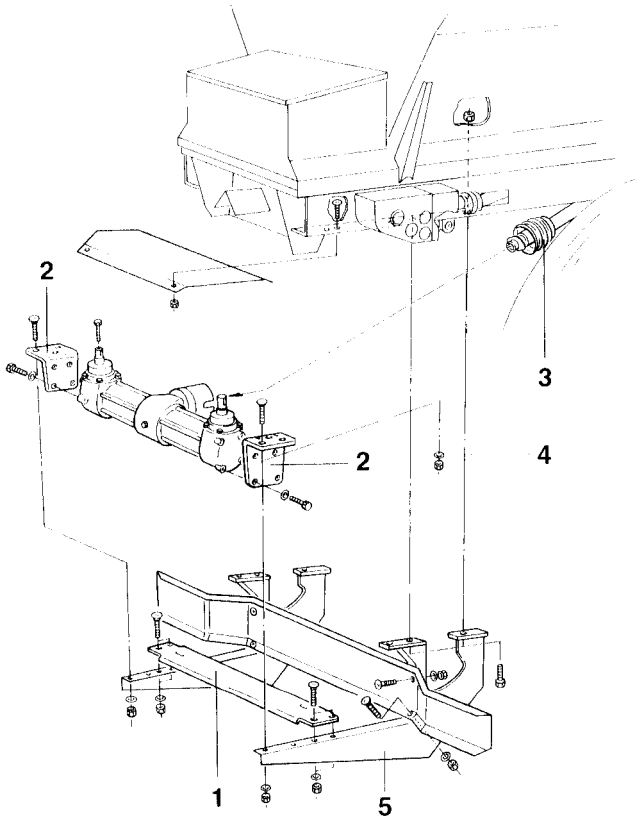

Fig. 6.3
Anschlag (Fig. 6.3/1) gegen die Trägerwinkel (Fig. 6.3/2) des Universalstreuwerkes drücken und ebenfalls festschrauben.
Anschlag-Scheibe (Fig. 6.3/4) seitlich gegen den Streuwerksträger (Fig. 6.3/5) drücken und ebenfalls festschrauben.
- Gelenkwelle mit Freilaufkupplung (Fig. 6.3/3) auf den Zapfwellenstummel des Streuwerkes aufstecken und auf richtige Arretierung achten.
- Anschlag (Fig. 6.3/1) nicht lösen. Das Universalgetriebe kann bei der späteren Montage einfach gegen den Anschlag geschoben und befestigt werden.
- Die unter dem Großflächenstreuer verlaufende, freihängende Gelenkwellenhälfte (Fig. 6.3/3) ist vor der Demontage des Universalgetriebes komplett abzunehmen.